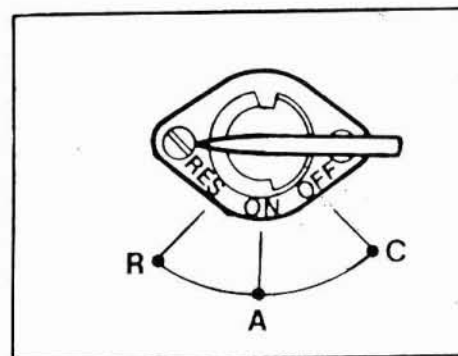
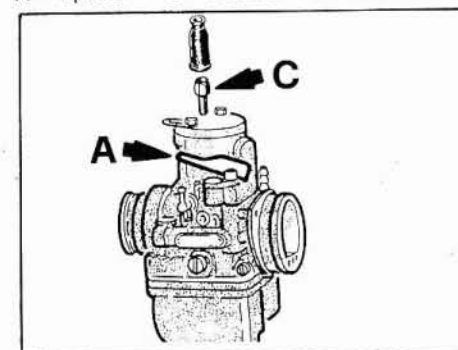

Fig. 9 - Rubinetto benzina.
Fig. 10 - Leva starter sul carburatore.
- aprire il rubinetto della benzina (Fig. 9) se il motore è freddo agire sulla leva dello starter sul carburatore (A Fig. 10);
Per la regolazione del gioco avvitare o svitare il regolafilo sul carburatore (C Fig. 10).